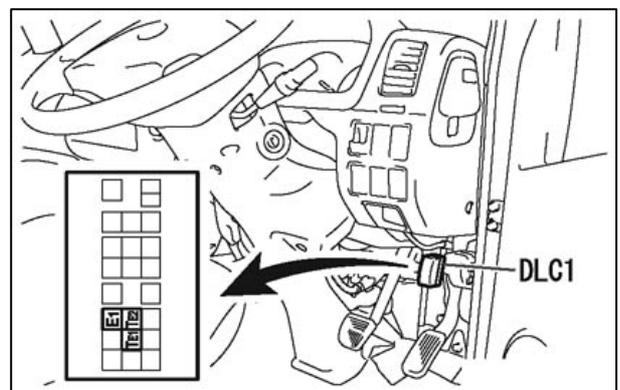

図5
- DLC1 の TE1、TE2 および E1 端子を短絡する。(図5参照)
- DLC1 の TE1、TE2 および E1 端子を短絡してあることを確認する。(図5参照)